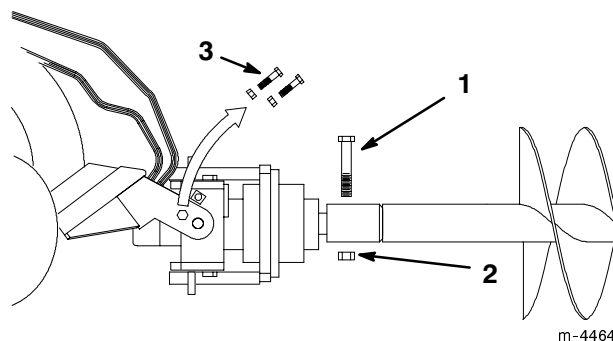

Figure 8
11. Fixer la tarière à la tête d'entraînement à l'aide du boulon de 11,5 cm (7/8"-9 x 4-1/2") et de l'écrou 7/8"-11 (Fig. 8).
12. Retirer les boulons et écrous placés dans les fourches de cardan aux points 3 et 5 (Fig. 8).